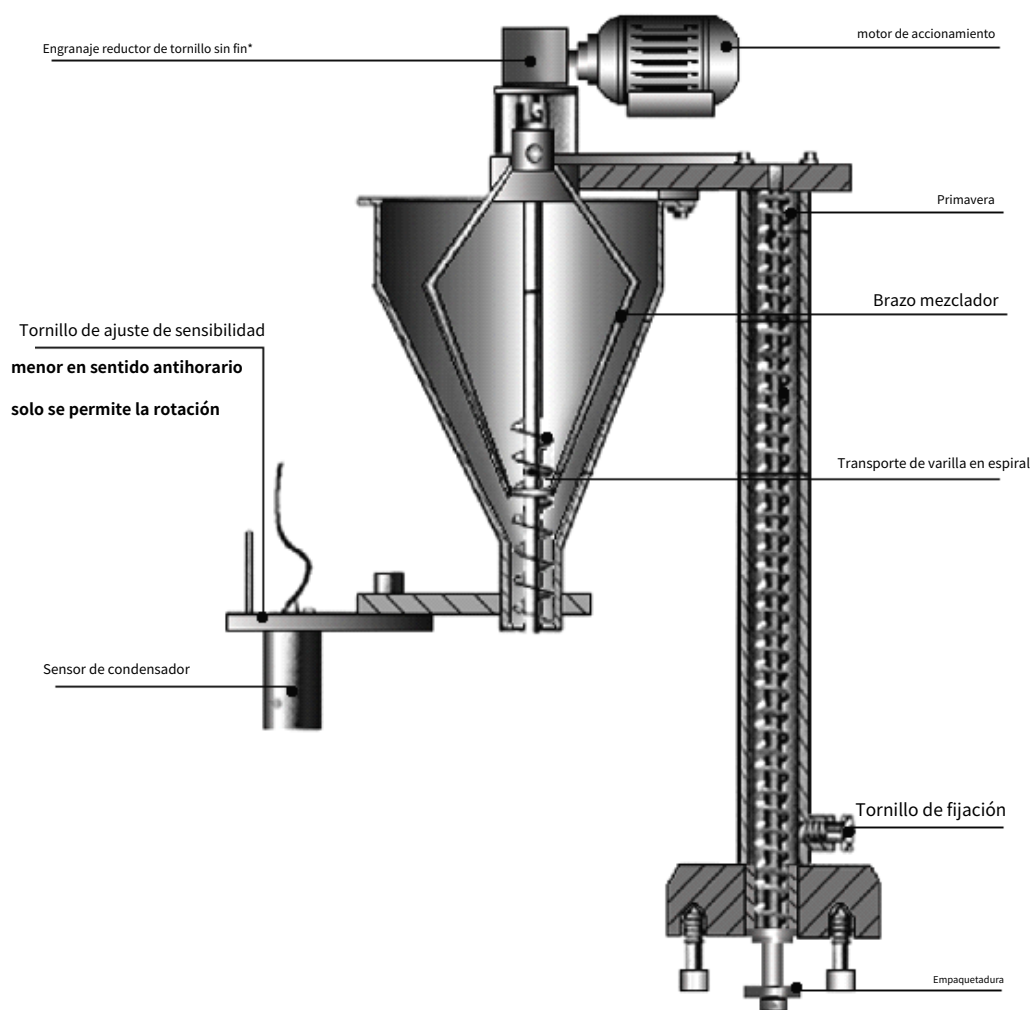

Fig. 9 Mecanismo de alimentación
5.1.3 Reemplace el disco dosificador y la varilla de llenado (consulte las Fig. 9, 10, 11)